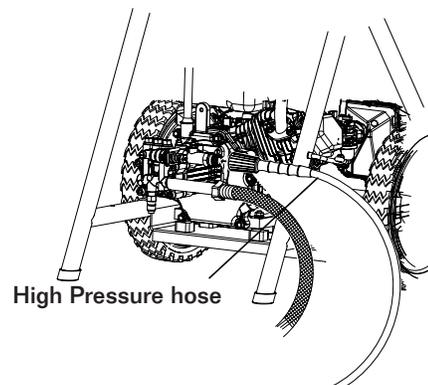

Fig. 7
**CONNECT HIGH PRESSURE HOSE TO PUMP (SEE FIG 7)**